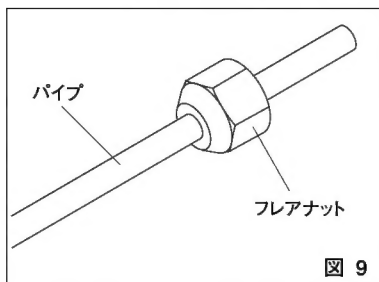

図 9
(1) パイプクランプ
- ①パイプと同じサイズのフレアナットを始めにパイプに通してください。(図9)